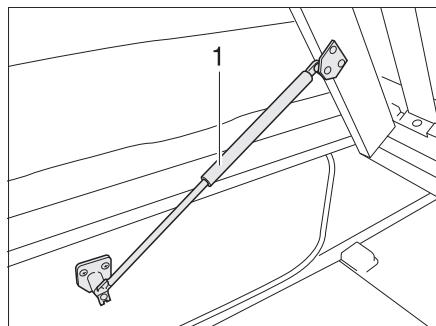

Fig. 178 Cama fija
■ Levantar el somier. Los resortes por presión de gas (Fig. 178,1) retienen el somier en la posición abierta.